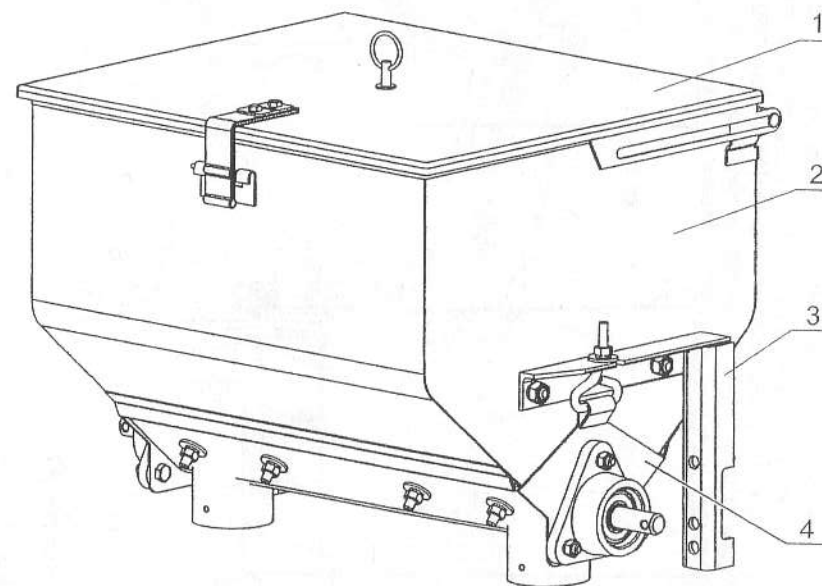
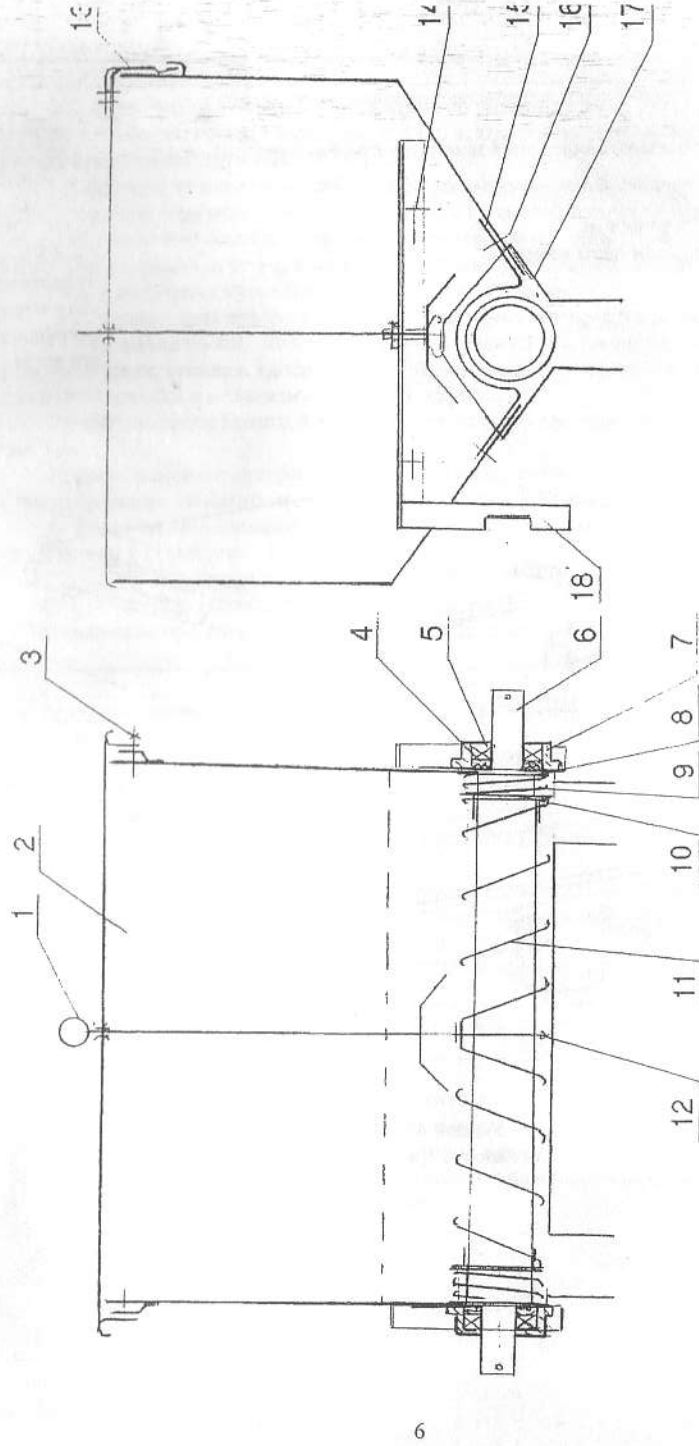
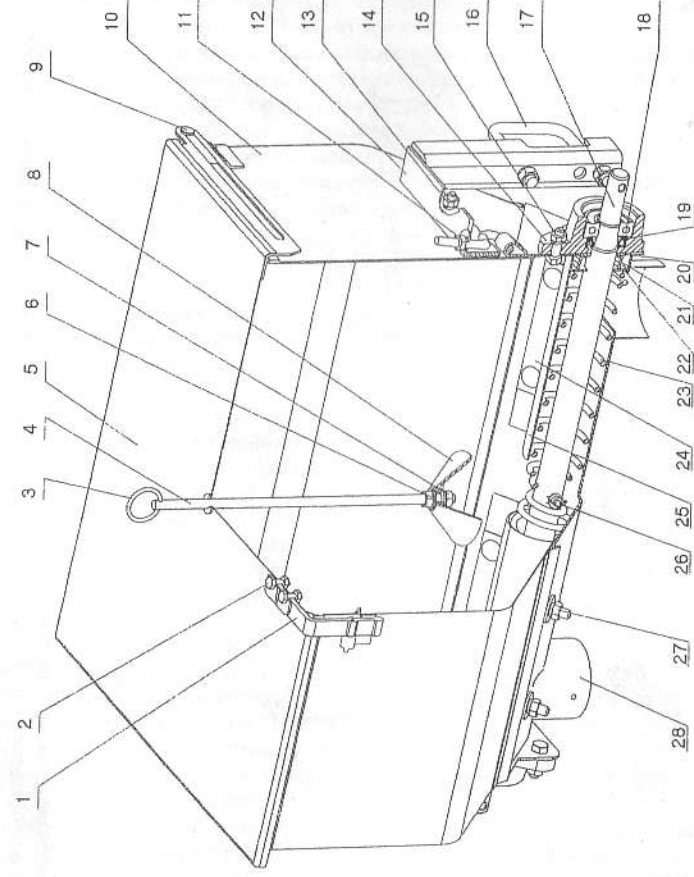

Рис.1 Аппарат туковывсевающий АТП-2Г
Рис.2 Схема аппарата туковывевающего АПП-2Г.
Рис. 3 Аппарат туковывевающий АПП-2Г
3.1. Аппарат туковывсевающий состоит из: бункера 2 (рис. 1), крышки 1, кронштейнов 3 и поддона 4.
3.1.1. Бункер 10 (рис. 3) – сварная коробчатая конструкция из тонколистовой стали прямоугольной формы усеченная внизу спереди и сзади, с обеих сторон которой приварены кронштейны для установки крышки, а к задней части приварен зацеп для фиксации зажима крышки. Бункер аппарата АТП-2Г-01 имеет в нижней скошенной части задней боковины три отверстия для установки датчиков электронного слежения за уровнем туков в бункере аппарата.
3.1.2. Крышка 5 – сформована из тонколистовой стали, с обеих сторон которой приварены кронштейны для установки крышки на бункер. В задней части крышки на двух болтах с гайками и шайбами установлен зажим 1. В середине крышки имеется отверстие для установки механического указателя уровня туков 1 (рис. 2). Указатель уровня туков состоит из штанги 4 (рис. 3), кольца 3, капронового диска 8 и метизов 6 и 7. Штанга проходит в отверстие крышки. Выступающий над крышкой конец штанги указывает на наличие удобрений в бункере, их количество. В крышке аппарата АТП-2Г-01 отверстия нет.
3.1.3. Кронштейны 12 – сварные конструкции, крепятся болтами 12 с гайками и шайбами на торцевых стенках бункера. Они служат для установки аппарата на кронштейне туковывсевающего аппарата или непосредственно на раме сельскохозяйственной машины (культиватора, сеялки и т.п.) при помощи скоб 16 (рис. 3) с гайками и шайбами. Для этого в стойках кронштейнов имеются пазы и отверстия. К кронштейнам на серьгах подвешивается поддон 28 с высевающим механизмом. Для быстроразъемности поддонов их установка производится, заводя серьги в пазы уголков и закрепляя при помощи гаек 11 с гайками и шайбами. Поддон плотно прижимается к нижней части бункера.
3.1.4. Поддон 4 (рис. 1) имеет гнутую форму лотка с приваренными торцами. На торцах в верхней части с обеих сторон установлены серьги. Лоток в нижней части с обеих сторон имеет отверстия-окна. К лотку снизу вокруг этих отверстий-окон приварены воронки через которые происходит высыпание минеральных удобрений из бункера. Внизу торцев лотка имеются отверстия для установки высевающего механизма. Высевающий механизм представляет собой вал 17 (рис. 3), на котором закреплен при помощи оси 26 пружинный шнек 23, имеющий от центра разностороннюю навивку (правую и левую). С каждого края шнека на валу установлены центрирующие шайбы 22, на усы которых опираются концы шнека пружинного 23. Чтобы концы шнека не соскакивали с усов центрирующей шайбы, последние поджимаются пружинками 21 и шайбами 20. Шайбы предохраняют от повреждения торцы лотка. Вал со шнеком вращается на шарикоподшипниках закрытого типа 18, установленных в корпусах подшипников 14, которые при помощи болтов 15 с гайками и шайбами крепятся на торцах лотка поддона. Подшипники от воздействия пыли и мельчайших частичек минеральных удобрений со стороны бункера защищены уплотнительными резиновыми манжетами 19, а с другой стороны закреплены в корпусе подшипника стопорными кольцами.
- на кронштейны аппаратов или непосредственно на раму культиватора (сеялки и т.п.) пазами установите кронштейны 12 (рис.3) самих аппаратов и закрепите при помощи скоб 16 с гайками и шайбами;
6.8. Если в бункере все еще осталось небольшое количество удобрений то необходимо вынуть шплинт и ось, отсоединив аппарат от соседнего. Отпустите гайки 11 (рис.3) крепления серьги поддона к бункеру, откиньте обе серьги и снимите поддон. Покачиванием поддона из стороны в сторону и перевернув его, удалите туки в специально отведенное место.